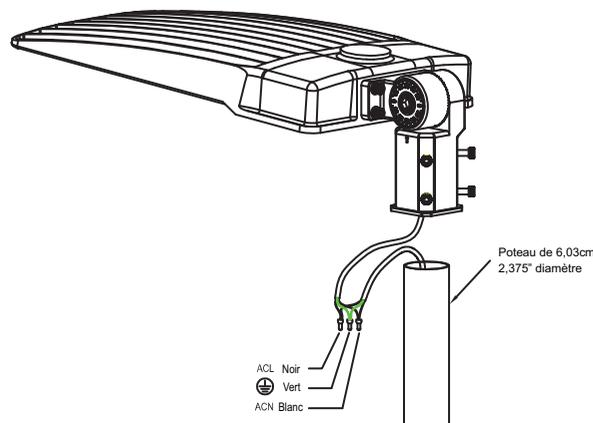

Fig. 10
1. À la fin, insérez le raccord lisse sur le poteau (voir la FIG. 10)